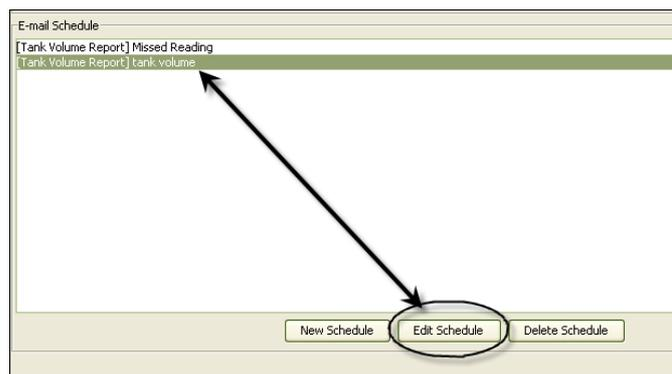

FIG. 145
1. Evidenziare l'evento e-mail che si desidera modificare e fare clic sul pulsante Edit Schedule (Modifica pianificazione) mostrato nella FIG. 145.